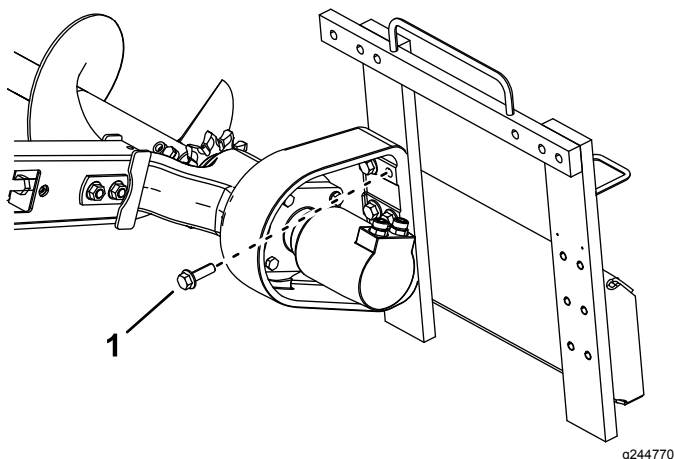

Figura 8
1. Bullone (6)
5. Fissate la testa sul telaio utilizzando i sei bulloni precedentemente rimossi (Figura 8).